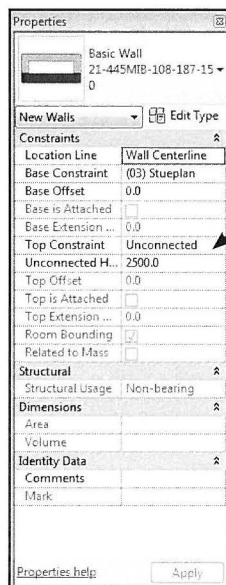
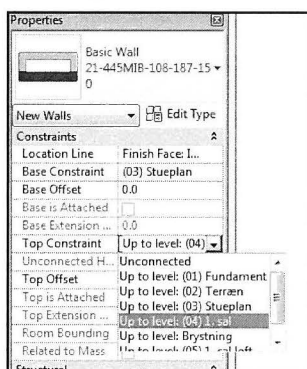

Fig. 05.11. Toppen af væggen.
Fig. 05.12. Væggens *Top Constraint*.
Top Constraint (Fig. 05.11) er en af de ting, man skal være opmærksom på. Hvis bygningen skal være fleksibel for ændringer af eksempelvis højde, er det vigtigt at væggene er vedhæftet de *Levels*, der er blevet oprettet. Bunden er allerede vedhæftet (03) Stueplan, her har man ikke mulighed for at fravælge et *Level*. Men i toppen behøver man ikke hæfte væggen fast. Men man kan skrive en højde i *Unconnected Height*. Det anbefales, at der vælges en *Top Constraint*. Vælg derfor et *Level* der ligger over (03) Stueplan, i dette tilfælde (04) 1. sal (Fig. 05.12).